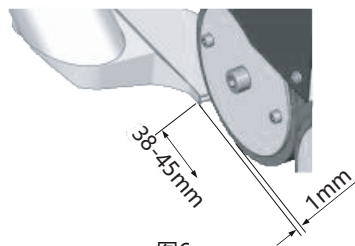
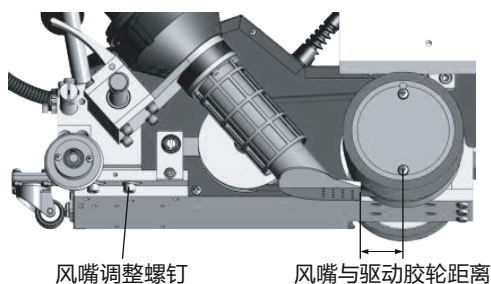

图6
图7
- 2、风嘴与驱动胶轮之间前后距离应为图6所示（该距离出厂时已调好），如果距离不对可松开风嘴调整螺钉进行调整，如图7所示。